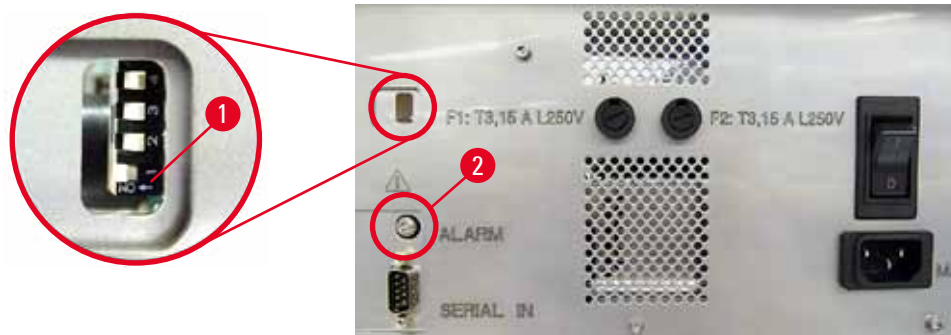

Fig. 40
- » Para desativar o sinal sonoro, empurre o interruptor na parte inferior (→ "Fig. 40-1") para a direita (→ "Fig. 40").